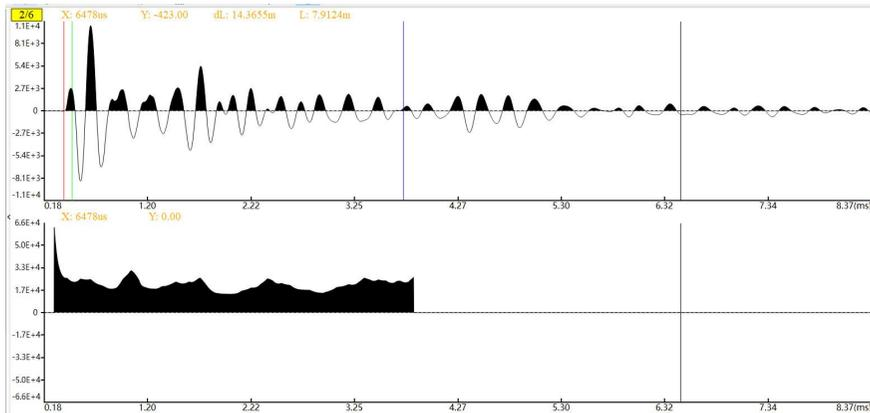

图 4-18 EMD 分析
- EMD 分析：在点击 EMD 选项图标以后在原波形上会分别出现出现紫色、棕色和红色的标注，这 3 个标注分别定位的是锚杆的杆头，自由端与锚固段临界点和杆底的位置，如图 4-18 所示。在操作过程中这些标注可以用作参考来方便对整个杆体进行分析，关注 EMD 后波形的尖峰点，该处可能对应缺陷位置。快捷键为 **E**。